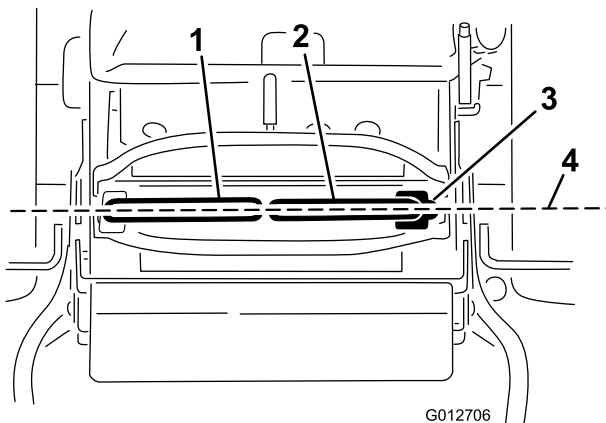

Figure 73
Important: Assurez-vous que l'alignement des roues de la machine est correct après avoir réglé les leviers de commande de déplacement. La procédure est identique pour régler l'alignement des roues et aligner les leviers de commande de déplacement longitudinalement (Figure 73).
1. Une fois le réglage horizontal terminé, contrôlez l'alignement avant/arrière en poussant légèrement les leviers de commande vers l'avant pour rattraper le mou de la timonerie des leviers de commande (Figure 73).